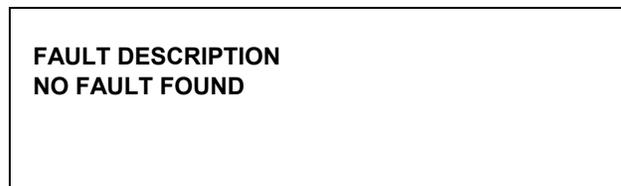

图 28
**FAULT DESCRIPTION**（故障说明屏）将指示冷冻机是否有故障。如果没有故障，将显示下列屏幕（见图 28）。